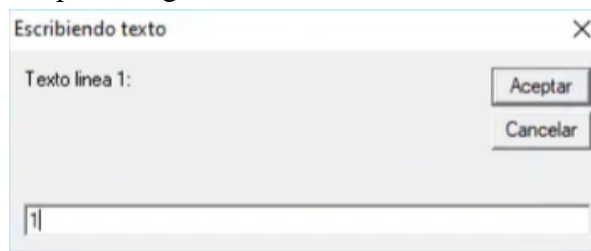

Figura 337. Nombre del vértice.
43. Presionar clic en uno de los vértices. En la ventana desplegada, introducir el nombre del vértice y presionar “Aceptar”. Figura 337.